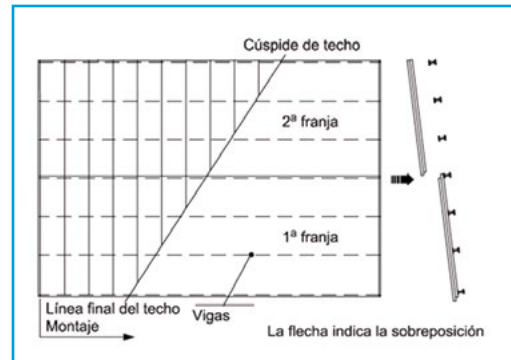

Fig. 14
4.4.8 Cuando el largo del agua exige más de un panel se continúa con el montaje de los paneles por franja. (fig. 14)